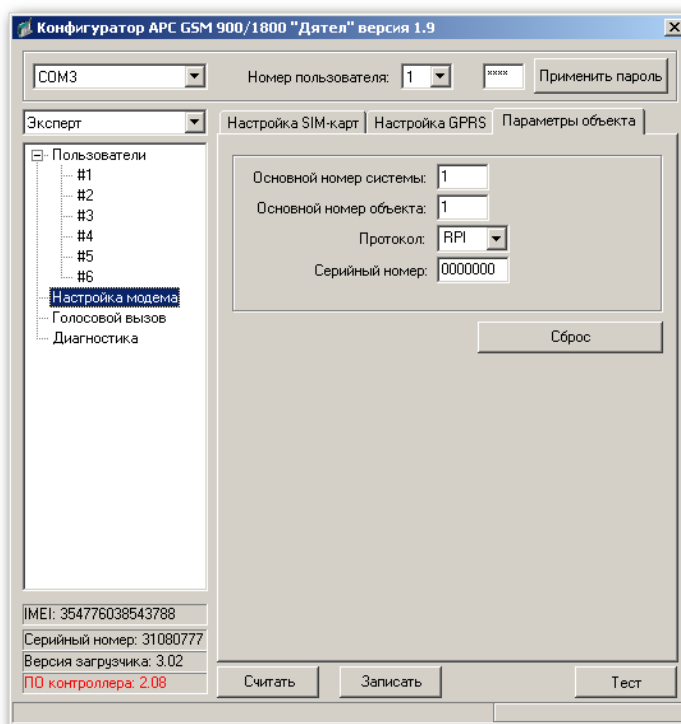

Рисунок 6
2.4.11 Во вкладке «Параметры объекта», при необходимости, настроить приведенные ниже параметры (рисунок 6).